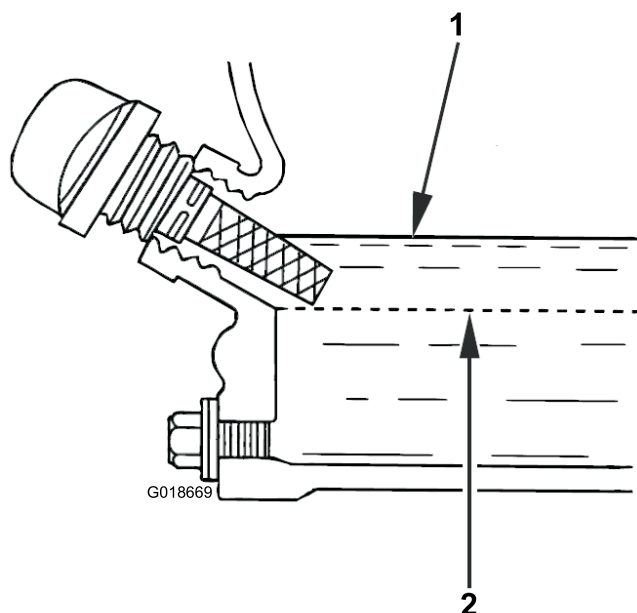

Figure 26
6. Sortez le bouchon de remplissage/la jauge de niveau d'huile de l'orifice de remplissage, et examinez l'extrémité de la jauge. Le niveau d'huile doit atteindre le haut de la plage supérieure (Figure 26).